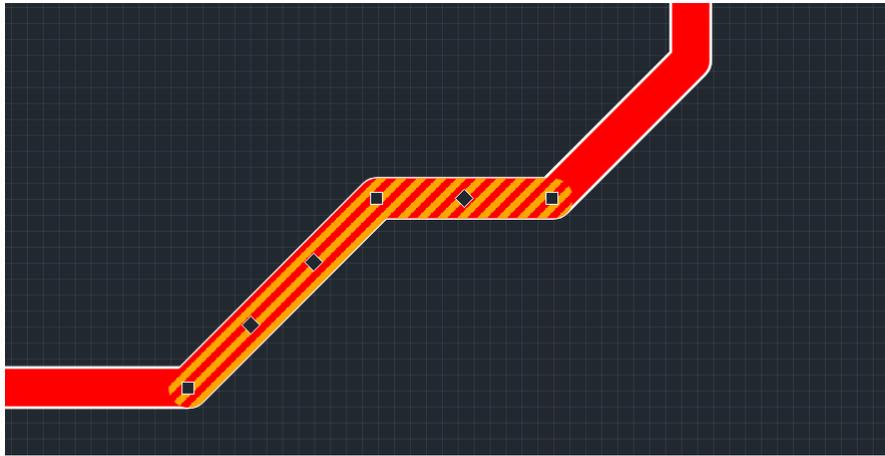

Рис. 316 Выбор смежных сегментов
1. Выберите сегменты трека, Рис. 316.